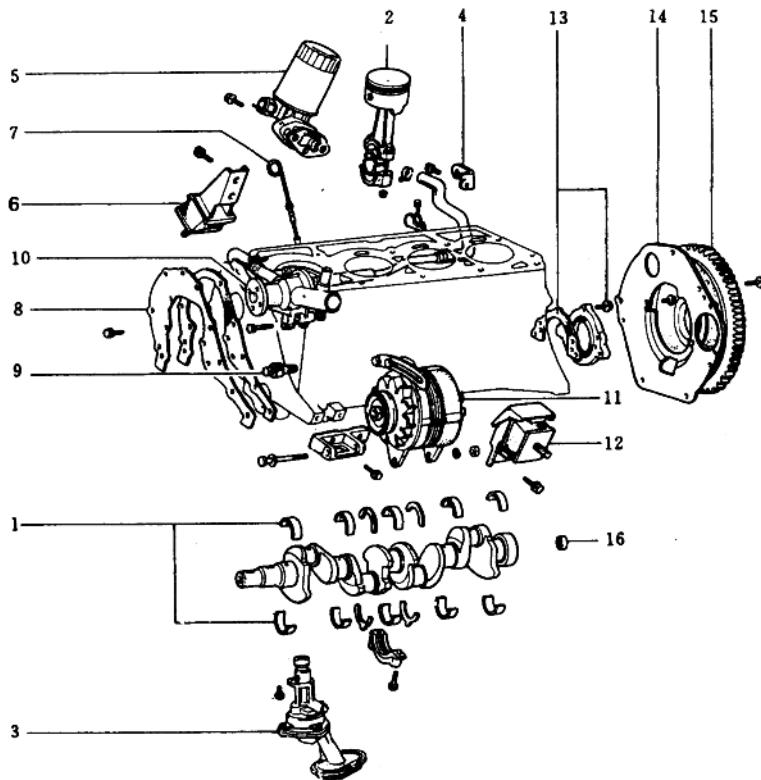

图 1-28
2. 如图 1-28 所示, 清洗干净后, 在配合表面涂上润滑油, 依次装上: 曲轴和轴承 1、活塞和连杆 2、机油泵 3、发动机后吊架 4、机油滤清器 5、发动机右侧前支座 6、油标尺 7、前端板 8、放水螺塞 9、水泵及加热器软管 10、交流发电机和托架 11、发动机左侧前支座 12、后油封 13、后端板 14、飞轮 15、曲轴后端内轴承 16。